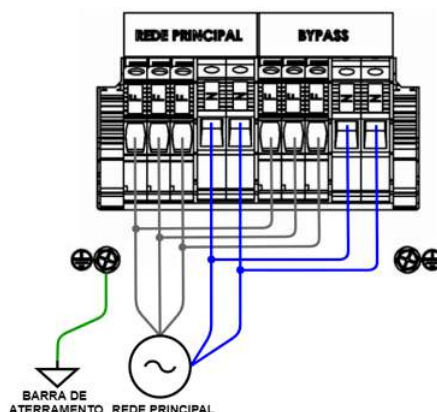

Figura 5.5: Conexões de entrada – Nobreak em 220 V com Rede Principal e Rede Auxiliar
- Com uma chave de fenda apropriada para bornes, conectar os cabos oriundos do quadro de alimentação da Rede Principal aos bornes F e N do conjunto REDE PRINCIPAL e BYPASS em paralelo, conforme sugerido na Figura 5.5. Observar a recomendação da Tabela 5.1 para cada produto, considerando a bitola apropriada para os cabos, bem como a quantidade de condutores em paralelo;